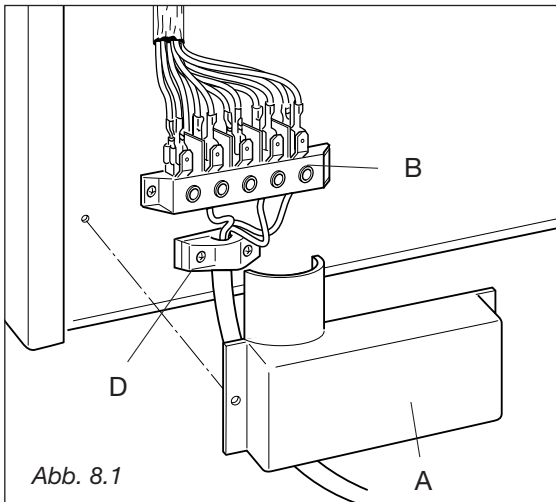

Abb. 8.1
- Die beiden Schrauben entfernen, mit denen die Abschirmung „A“ hinter dem Herd befestigt ist (Abb. 8.1).
- Mit einem 5-poligen Endblock befestigen und die U-Schrauben gemäß Diagramm in den Abb. 8.2 – 8.3 am Endblock „B“ (Abb. 8.1) anordnen.
- Phasen und Erdleiter gemäß Abb. 8.1 an das Endstück „B“ anschließen.